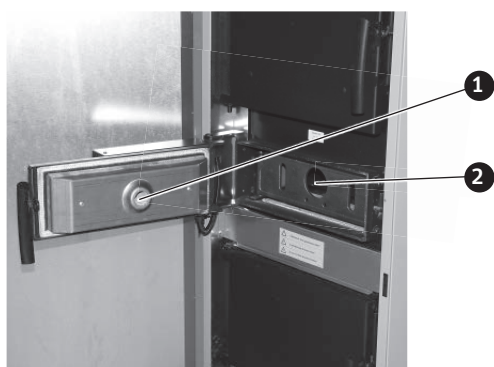

Fig. 53 Controllare le aperture di accensione
► Controllare le aperture di accensione nello sportello di accensione e nella griglia, all'occorrenza liberarle – Fig. 53.